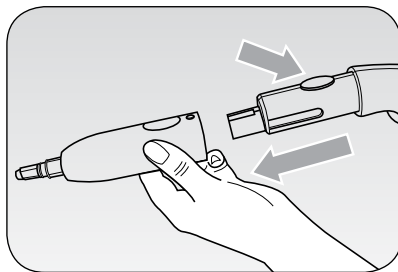

Fig. 2
Zet op het pistool (C) het gewenste accessoire (zie paragraaf "ACCESSOIRES"), door ze tot de blokkering erin te steken door gelijktijdig op het bovenste systeem voor het vastzetten/ loszetten op het pistool te drukken (Fig. 2).
Dit accessoire, dat op de adapter (12) aangesloten moet worden, helpt het verbrokelen van hardnekkige korsten die zicht vormen op fornuizen en kookplaten of in de gleuven van muurtegels. Ze kunnen gebruikt worden voor het reinigen van sanitairs, wasbakken, bakroosters, douche en badkuipen voor het verwijderen van ieder kalkspoor (Fig. 2).